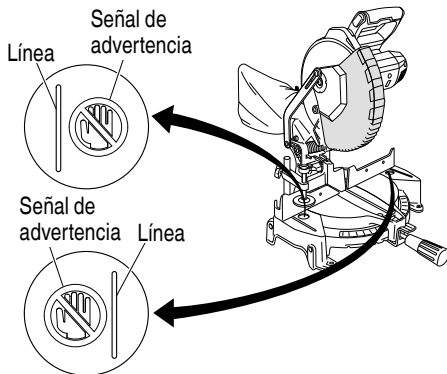

Fig. 21
- No coloque nunca sus miembros dentro de la línea cerca del signo de advertencia mientras usted está utilizando la herramienta. Esto podría resultar peligroso (consulte la Fig. 21).